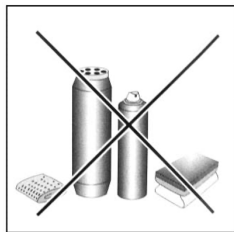

Fig. 2
- Lorsque la surface de cuisson est encore chaude, nettoyez-la avec un grattoir. N'utilisez pas d'éponges ou de produits de nettoyage abrasifs, cela est particulièrement pour les nettoyants chimiquement agressifs, comme les sprays pour four et les détachants (Fig. 2).